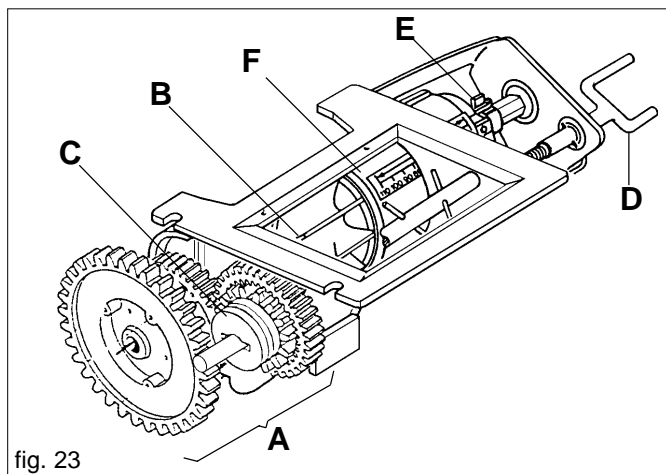
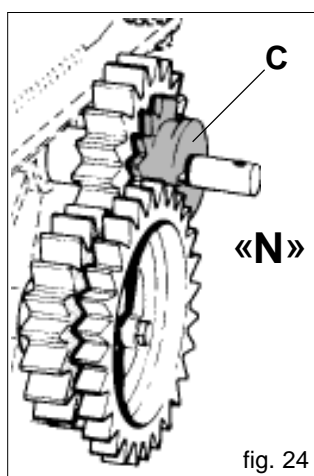
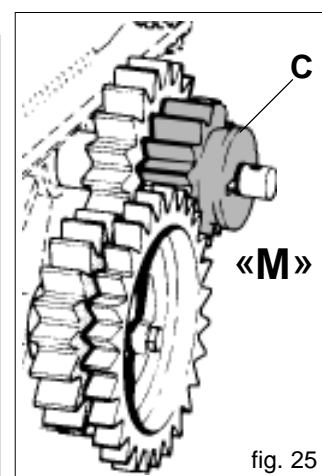
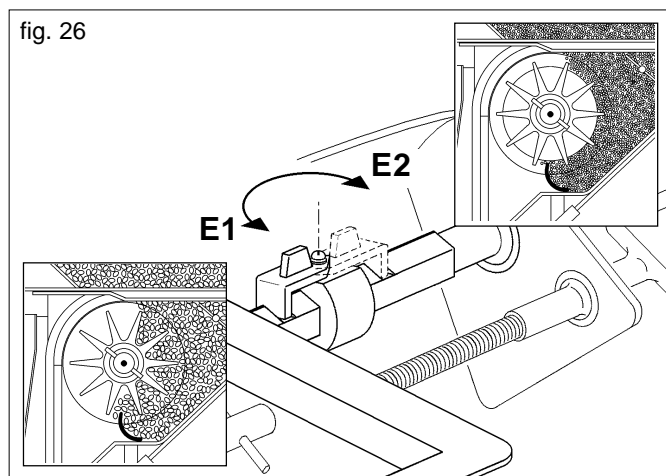

fig. 23
fig. 24
fig. 25
fig. 26
Le doseur (cf. Fig. 23), l'organe principal pour le fonctionnement de l'élément semeur, est placé sous le réservoir des semences. Il reçoit le mouvement de la roue de transmission par le biais d'engrenages (avec rapport proportionnel à la largeur du travail) et par des chaînes. Le doseur est composé d'une boîte à vitesses (cf. A Fig. 23) qui permet deux rapports de transmission au rouleau de distribution (B) en variant la position de la roue dentée rouge (C Fig. 24, 25). En position «N» (Fig. 24), le rapport est de 1:1 donné par le couple de roues dentées Z19; si l'on déplace la roue (C) en «M» (Fig. 25), le rouleau distributeur réduira de la moitié le nombre de ses tours puisque la transmission est composée par la roue motrice rouge Z14 et par la roue conduite Z28. Au cours d'un essai de dosage, ainsi que cela a été décrit au chapitre 3.4.2, on remarquera que la quantité de produit distribuée sera réduite de la moitié vis à vis d'un essai ayant un rapport 1:1 (cf. Tableau 4). La position «M» de la roue dentée (C) est nécessaire pour la distribution de petites semences en petites quantités. La tige à vis permet de régler l'ouverture de la vanne selon la valeur de l'échelle graduée obtenue à partir du tableau et de l'essai de distribution (cf. chapitre 3.4.2).
Le ressort de blocage (cf. E Fig. 23) permet de modifier l'ouverture de la vanne et, en même temps, le débit du rouleau doseur. La position «E1» (Fig. 26) permet l'ouverture de la vanne sur l'échelle graduée de 0 à 110 avec le maximum de la capacité de distribution du rouleau doseur; tandis que la position «E2» permet une ouverture de la vanne de 0 à 25 et une réduction du débit du rouleau. Il est important de fermer complètement la vanne (au 0 de l'échelle graduée) pour inverser la position du ressort de blocage (E).
La quantité de semences devant être distribuée par hectare est réglée par l'appareil de dosage (Fig. 23) en déplaçant la vanne (F) moyennant la tige à vis (D). Les positions de l'échelle de dosage correspondent aux valeurs du tableau de réglage de la colonne de gauche.